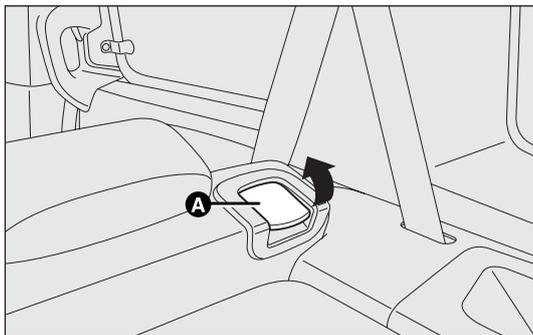

fig. 89a
- levante la palanca A-fig. 89a de retención del respaldo y abátalo hacia delante para obtener un compartimento de carga uniforme. El levantamiento de la palanca se confirma con una banda roja .